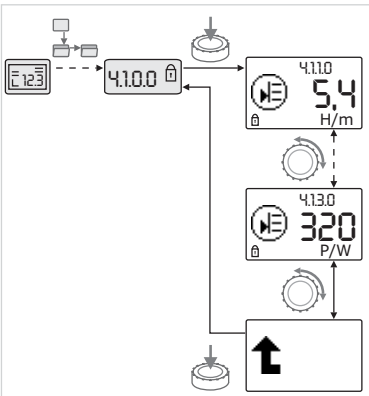

Fig. 41: solicitud de información
• Girando el botón rojo se accede a elementos de menú del tipo "Información" del submenú actual (véase la Fig. 41). Para obtener una explicación de los ajustes representados por símbolos, véase la tabla del capítulo 8.7 "Referencia de elementos de menú" en la página 34.